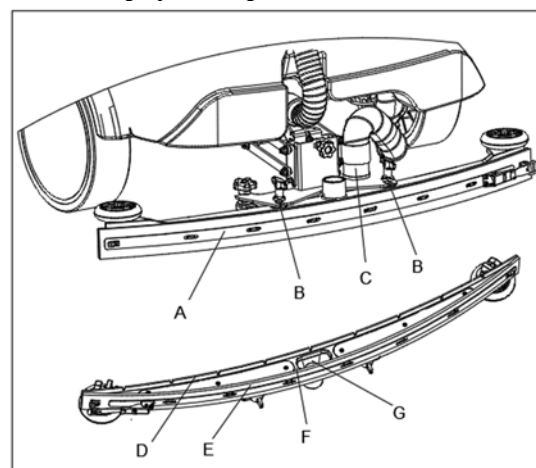

Рис. 17
3. Ослабьте две ручки (B, рис. 17) и снимите скребок (A).
4. Отсоедините вакуумный шланг (C) от скребка.
5. Очистите стальной или алюминиевый скребок (F, рис. 17). Очистите отсеки (A) и особенно отверстие (B). Проверьте переднее лезвие (D) и заднее лезвие (E) на отсутствие повреждений, порезов и разрывов; при необходимости замените их (см. процедуру в следующем пункте).